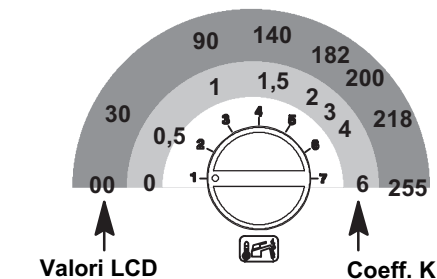

Figura 5.45
- Impostare il valore ruotando la manopola in Figura 5.45 da un minimo di **30** (la sequenza **P15** si alterna **30**).